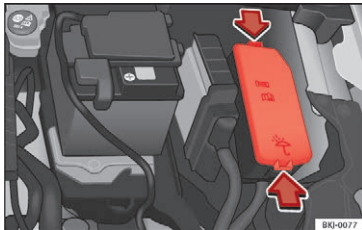

Fig. 59 I motorrummet: afdækning på sikringsboks
- Tryk på låsetapperne for at frigøre afdækningen til sikringsboksen »» Fig. 59.